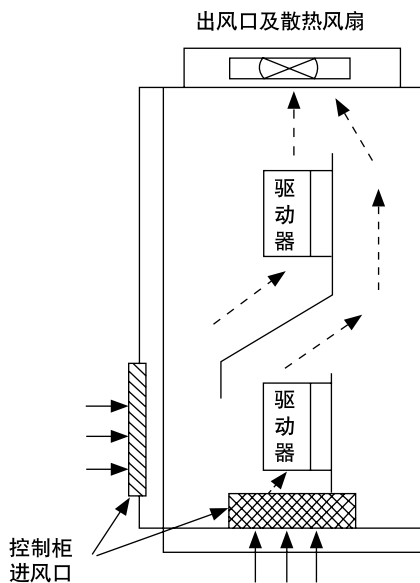

图1-12 多台控制器的安装
- 控制柜内安装多台驱动器时，一般应采用并排安装方式，并配有进风口、出风口和专用散热风扇；如果采用上下安装方式时，驱动器之间还应加装导流隔板，以确保散热效果良好；如图1-12所示。